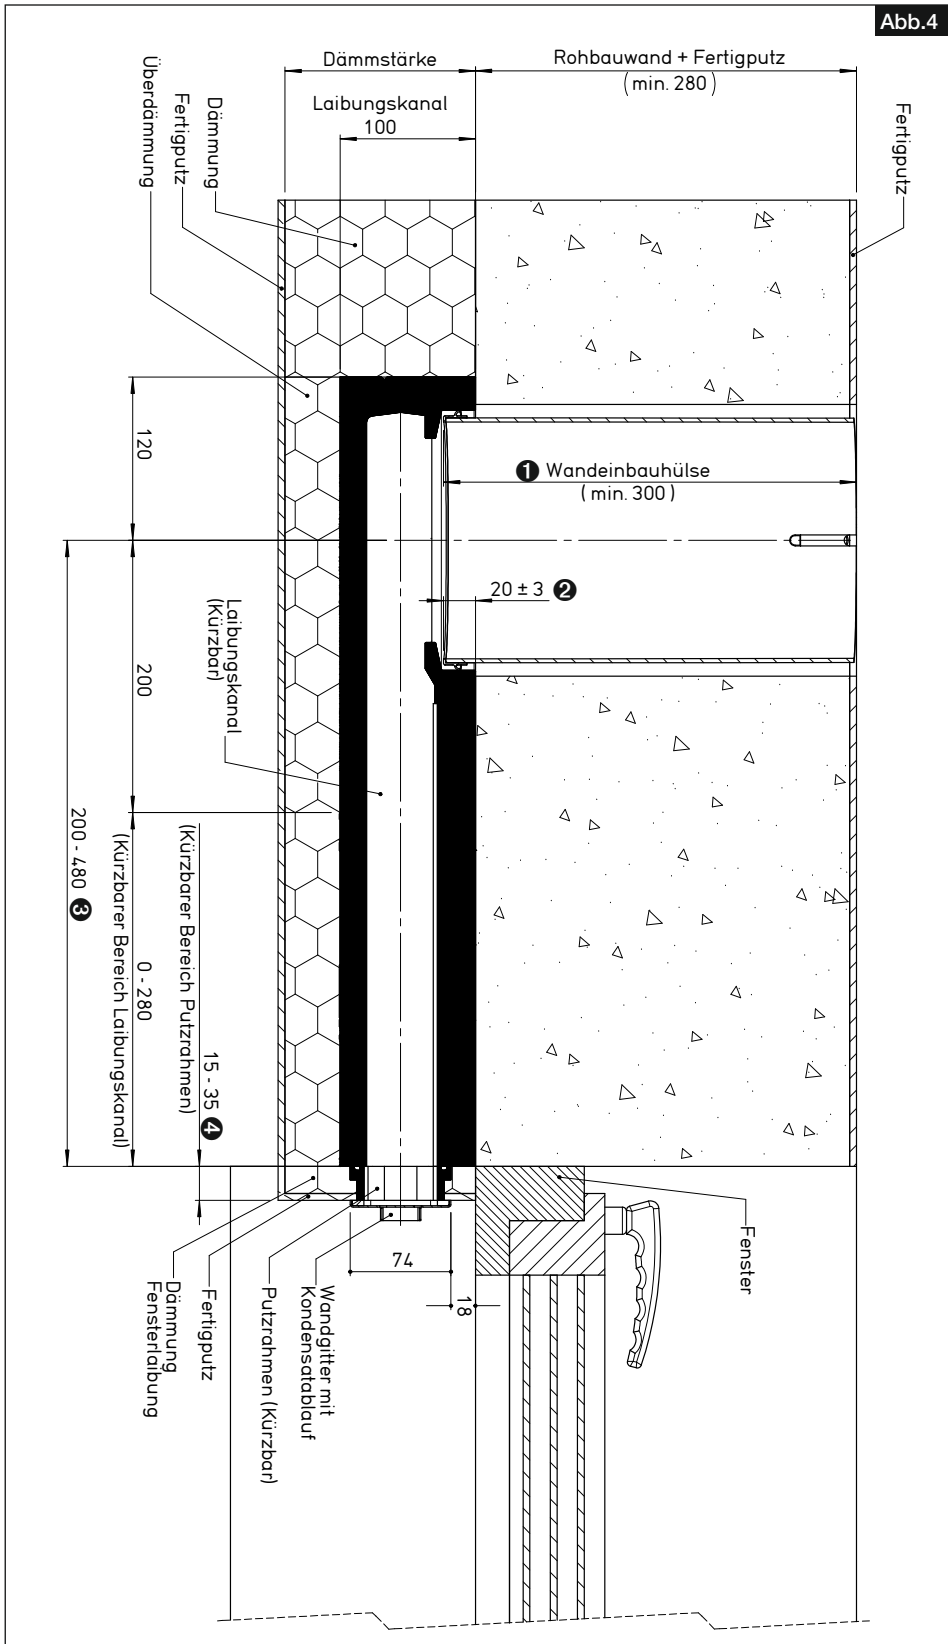

Abb.4
Die Länge der Wandebauhülse setzt sich aus der Dicke der Rohbauwand mit Innenfertigputz und der Eintauchtiefe (❷) in den Laibungskanal zusammen (s. Abb. 4 & 5).